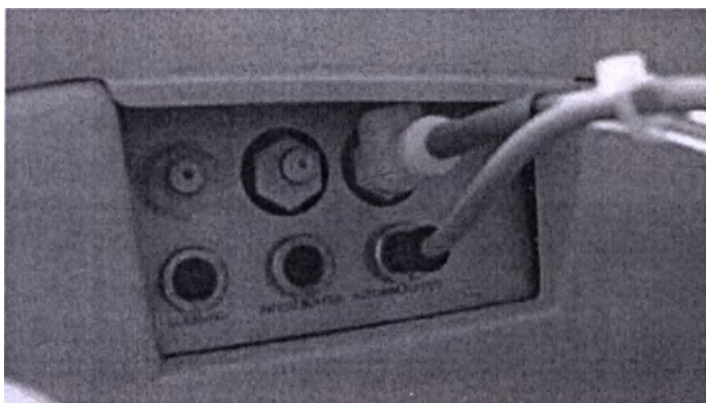

рис. 18
CHORUS оснащен (см. рис. 18):
- два коннектора для подключения к емкости буфера промывки (см. рис. 18)
Все зонды датчика уровня необходимо поместить в емкости (см. рис. 18), они оснащены двумя коннекторами: